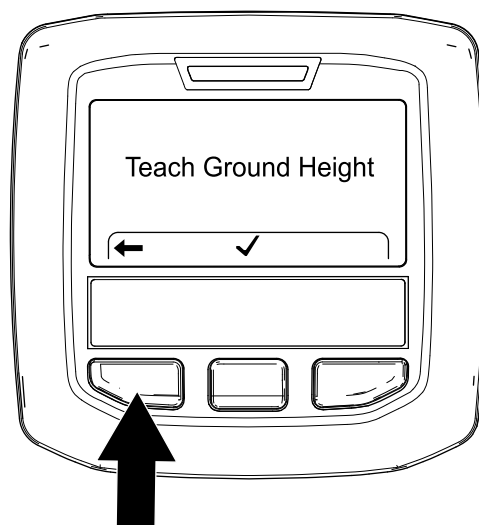

Figura 71
7. Apăsai butonul InfoCenter din stânga pentru a ieși din ecranul Teach Ground Height (Figura 71).